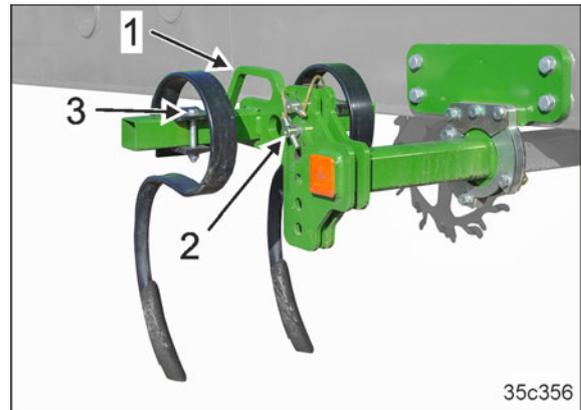

Fig. 201
1. Après le réglage de l'effaceur de traces, serrez la vis (Fig. 201/3) et bloquez-la avec un contre-écrou.
1. Maintenez l'effaceur de traces par la poignée (Fig. 201/1).
2. Retirer les axes (Fig. 201/2).